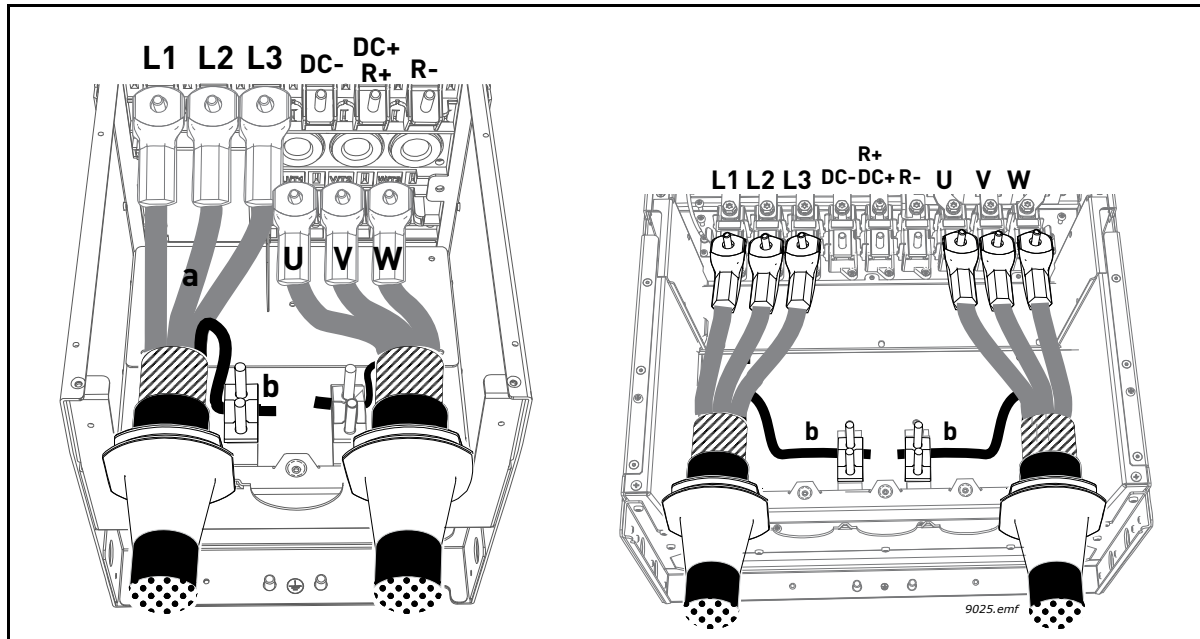

Figura 42. Ligar os cabos de alimentação, esquerda: MR8, direita: MR9
- Una o resto da blindagem dos cabos num só e faça uma ligação à terra da forma ilustrada na Figura 42 (b) usando a braçadeira da *bolsa de acessórios*.